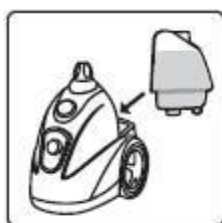

fig.12
3. Après avoir refermé le réservoir, replacez-le dans son emplacement initial sur la base. (fig.12)